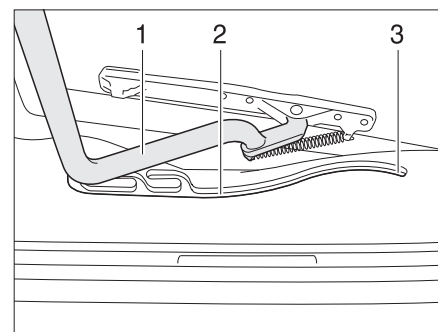

Fig. 48 Claraboya Heki, guía
- Tirar la horquilla (Fig. 48,1) en las guías (Fig. 48,2) hasta la posición trasera final (Fig. 48,3).
- Empujar el estribo (Fig. 48,1) ligeramente hacia arriba con ambas manos.
- Tirar el estribo en las guías (Fig. 48,2) hasta la posición deseada.